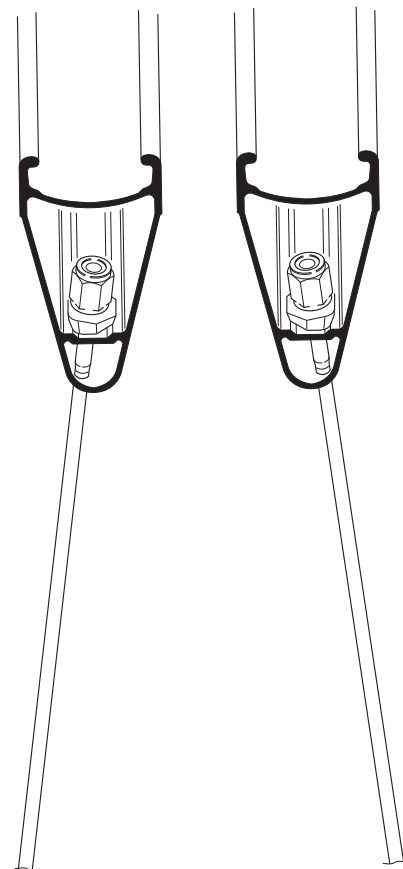

Fig. 68
- Positionnez la plaquette dans la rainure prévue à cet effet sur la jante; si vous êtes en train de monter un rayon du côté gauche de la roue, le côté long de la plaquette devra être tourné vers la gauche, et vice-versa, comme illustré en figure 68.
- Position the plate in the special groove in the rim; when fitting a spoke on the LH side of the wheel, the long side of the plate must face towards the left, as illustrated in Figure 68. Likewise when fitting a spoke on the RH side of the wheel, the long side of the plate must face towards the right.
- Das Plättchen in die auf der Felge dafür vorgesehene Rille setzten; wenn Sie eine Speiche der linken Seite des Laufrads montieren, so muß die lange Seite des Plättchens nach links gerichtet sein und umgekehrt. Siehe dazu Abbildung 68.
- Plaats het plaatje in de speciale groef van de velg; indien u een spaak aan de linkerkant monteert dient de lange zijde van het plaatje naar links gericht zijn en omgekeerd, zoals afgebeeld in fig. 68.